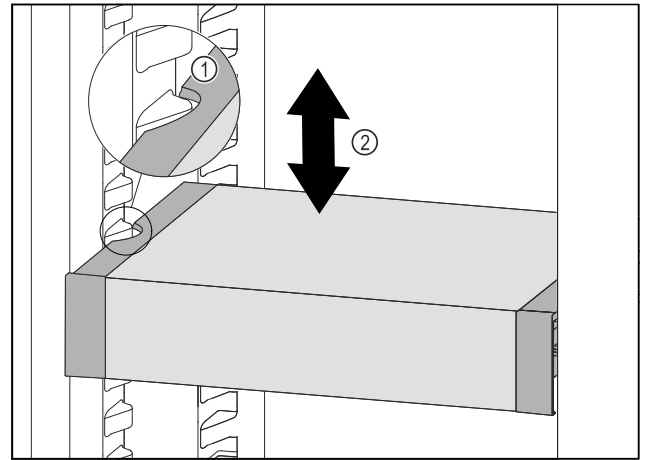

Fig. 118
- ▶ VarioSafe w chłodziarce przesunąć w górę lub w dół, aż zostanie osiągnięta żądana wysokość. Fig. 118 (2)